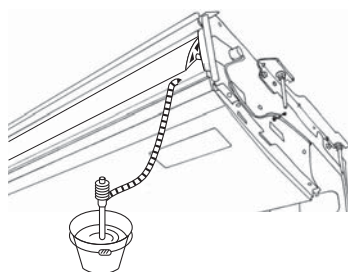

Fig. 5-3
1. Τοποθετήστε τον ακροσύνδεσμο ⑤ που προμηθεύεται με τη μονάδα στο στόμιο αποστράγγισης της μονάδας με ένα συγκολλητικό βινυλχλωριδίου.
2. Σφίξτε το κολάρο ⑥, που προμηθεύεται με τη μονάδα, στον ακροσύνδεσμο ⑤.
3. Συνδέστε το σωλήνα αποστράγγισης (VP-20) στον ακροσύνδεσμο ⑤ με συγκολλητικό βινυλχλωριδίου.
4. Τοποθετήστε το κάλυμμα του σωλήνα αποστράγγισης ⑦ που προμηθεύεται με τη μονάδα. (Κολλάρισμα ένωσης)
- Ⓒ Κολάρο ⑥
- Ⓓ Ακροσύνδεσμος ⑤
- Ⓔ Κάλυμμα σωλήνα αποστράγγισης ⑦
5. Ελέγξτε την αποστράγγιση. (Fig. 5-3)